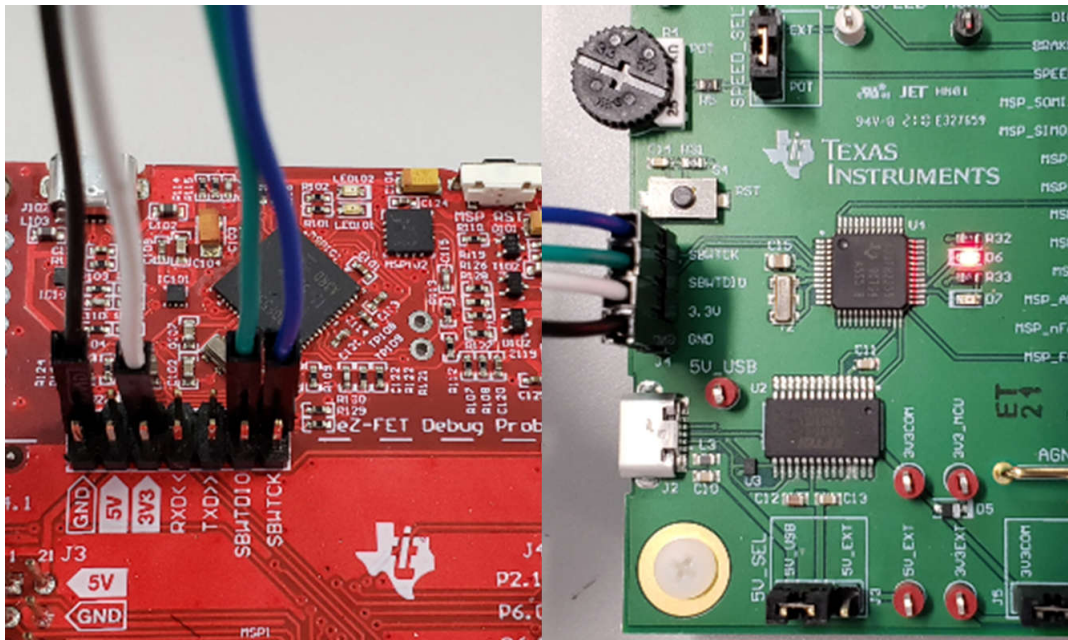

图 3-3. MSP430 LaunchPad eZ-FET 探针连接到 MCF8315RRYEVM
2. 将 LaunchPad 上 eZ-FET 侧的顶部引脚（包括 GND、3V3、SBWTCK 和 SBWTDIO 信号）连接到 MCF8315RRYEVM J4 上的相应引脚，如表 3-1 和图 3-3 所示。